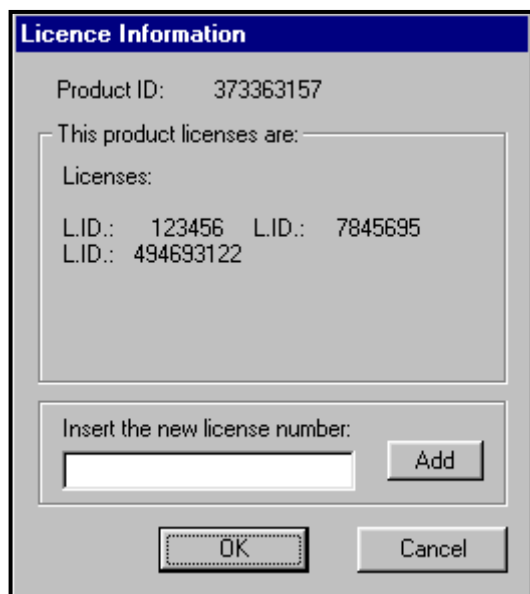

Figure 9.1
3. Sélectionner "Licence Information" (Licence d'utilisation) (Cf.: Fig. 9.1)
- c) Sélectionner "**Licence Information**" (Licence d'utilisation) (Cf. : Fig. 9.1)